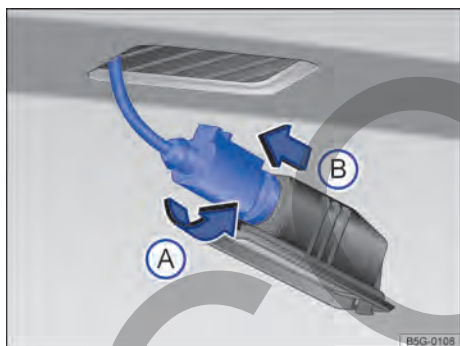

Fig. 170 Luz de la placa de licencia: desinstalar el portalámparas.
- 3 Girar el portalámparas en **sentido antihorario** → fig. 170 (A), y retirar el soporte junto con la bombilla (B).
- 7 Colocar el soporte de la lámpara en la luz de la placa de licencia y presionar en sentido contrario al de la flecha (A) hasta el tope.